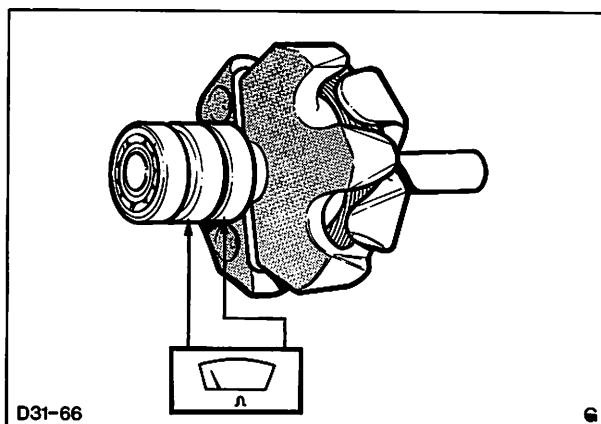

Abb. 22 Läuferwicklung auf Durchgang prüfen
a) Läuferwicklung auf Durchgang prüfen. Abb. 22.